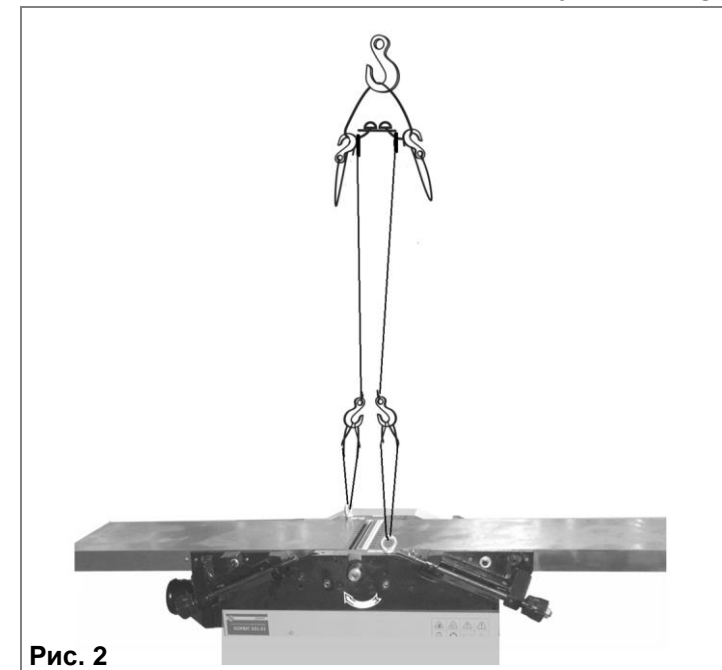

Рис. 2
6.7. Демонтируйте два рым-болта (М), Рис. 2.
## 7.1. Станок состоит из следующих сборочных единиц и деталей (Рис. 2, 3)